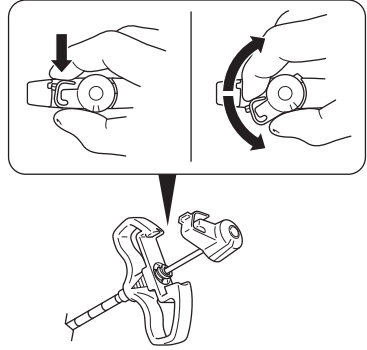

Figura 2: Retire el estilete de la cánula de acceso
4. Desbloquee y retire el estilete de la cánula de acceso (figura 2).